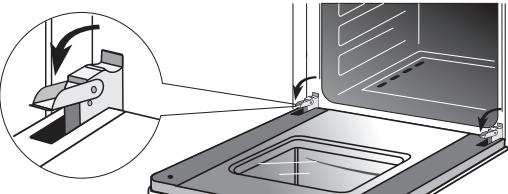

Рис.22
- поднимите и поверните до упора стопорные рычаги, расположенные на двух шарницах (рис. 22),